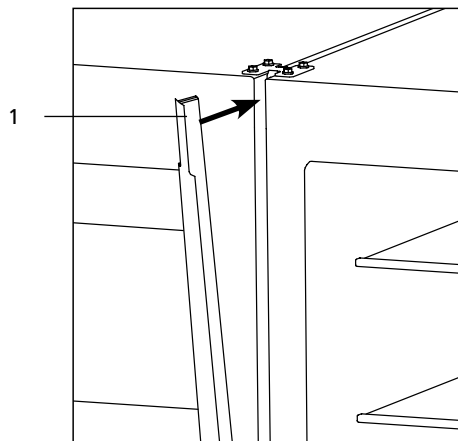

Figura 7
2.5.1 Pentru a instala profilul decorativ 1 în figura 7 între dispozitivele din partea frontală este necesar: